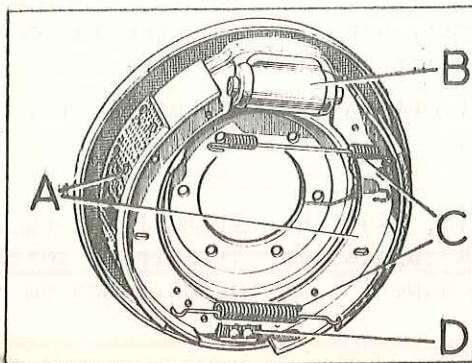

Fig. H-45 Elementos de fijación de las zapatas de freno
Extraer juntas las dos zapatas, por la parte correspondiente al pivote en primer lugar, y separarlas desenganchando los muelles de retroceso, C (Fig. H-45).
- 3.5. Situar las zapatas, A (Fig. H-45) en su sitio, enganchar el muelle correspondiente al extremo del cilindro y acoplar las zapatas por el extremo correspondiente al pivote, encajándolas por su parte superior en los extremos de los émbolos.